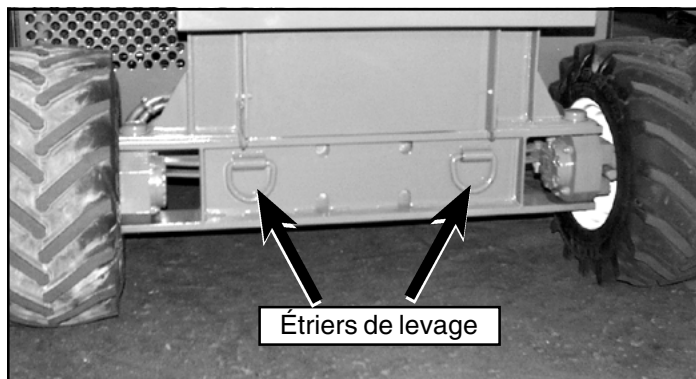

Figure 8 : Transport de la plate-forme élévatrice
1. N'accrocher les sangles qu'aux anneaux d'arrimage/levage (figures 8 et 9).
2. Arrimer la plate-forme élévatrice sur le véhicule de transport à l'aide de chaînes et sangles d'une capacité de charge adéquate attachées aux anneaux d'arrimage/levage du châssis (figures 8 et 9).